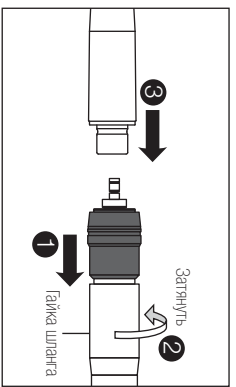

Рис.4
- 1) Соедините переходник с разъемом шланга и затяните соединительную гайку шланга (Рис.4).